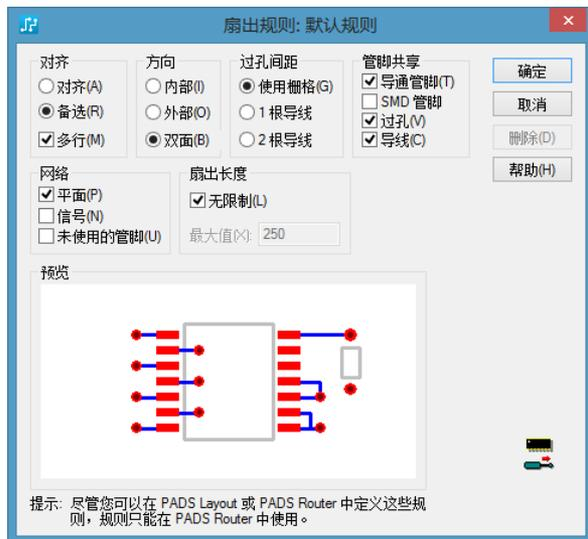

图 7-54 “扇出规则：默认规则”对话框
(4)“扇出”设置 单击图 7-45 中的  图标按钮，弹出如图 7-54 所示的“扇出规则：默认规则”对话框。该对话框的设置既可在 PADS 中进行，也可在 SPECCTRA 和 PADS Router 等自动布线器中进行，但该设置只用于自动布线器中。该规则设置主要针对 SMD (表面贴装元器件) 封装的元器件。所谓扇出是指在 SMD 元器件的焊盘上添加一小段布线或铜箔，以方便布线。扇出的典型结构是一个或多个布线片断连接一个 SMD 元器件的焊盘到一个可以与其他层相连的过孔。